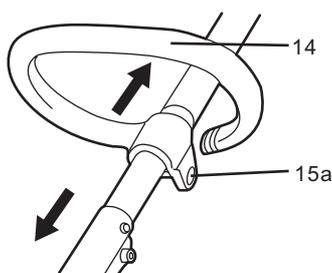

Fig. 9
1. Desserrez l'écrou papillon (15a) de la poignée auxiliaire (14) et ajustez la hauteur (fig. 9).